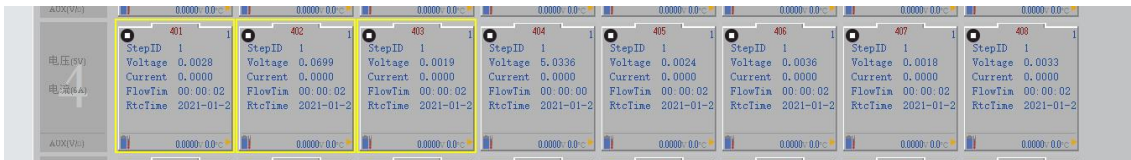

图 4-19 选中通道界面
1. 用鼠标左键点击通道选择电池，出现黄色边框时，表示该通道已被选中，如图 4-19 所示；